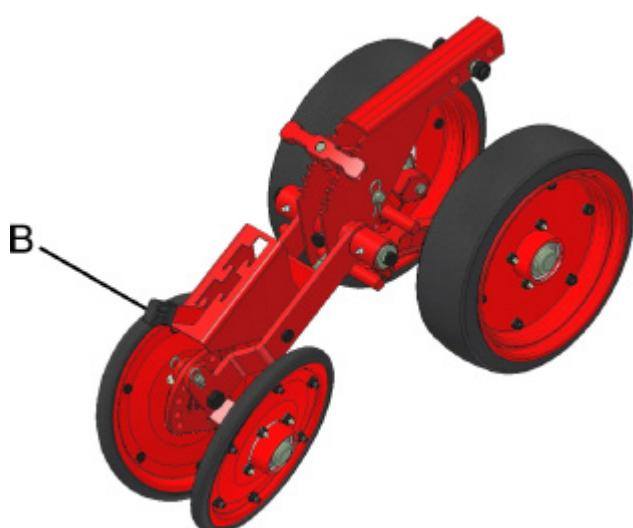
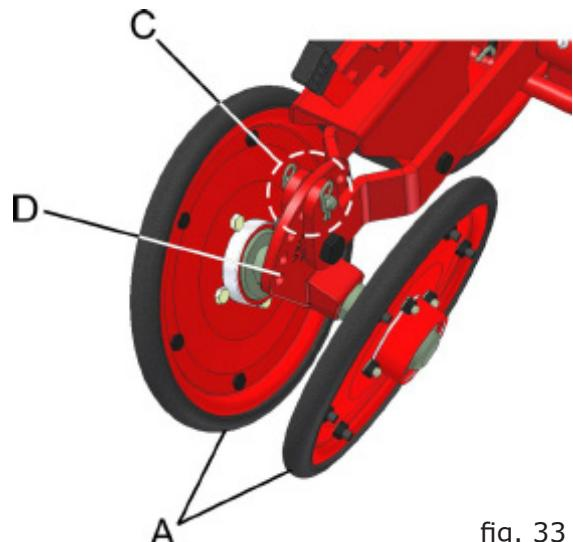

fig. 32
fig. 33
Os compactadores em "V" (A) (fig. 33), realizam a pressão do solo lateralmente na semente e trabalham com várias opções, conforme condições do solo, palhada, umidade, etc.
Faça a regulagem da pressão através da alavanca (B) (fig. 32). Por meio do pino e contrapino (C) e do regulador (D) (fig. 33), faça o ajuste do ângulo de abertura entre os compactadores, permitindo o afastamento ou a aproximação de compactação em relação ao sulco das sementes.